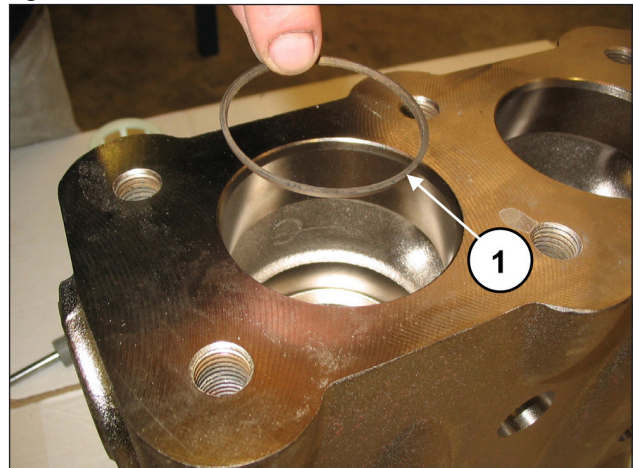

Fig. 92
Insira o anel anti-extrusão, pos. de explosão nº. 4 (pos. ①, Fig. 92).